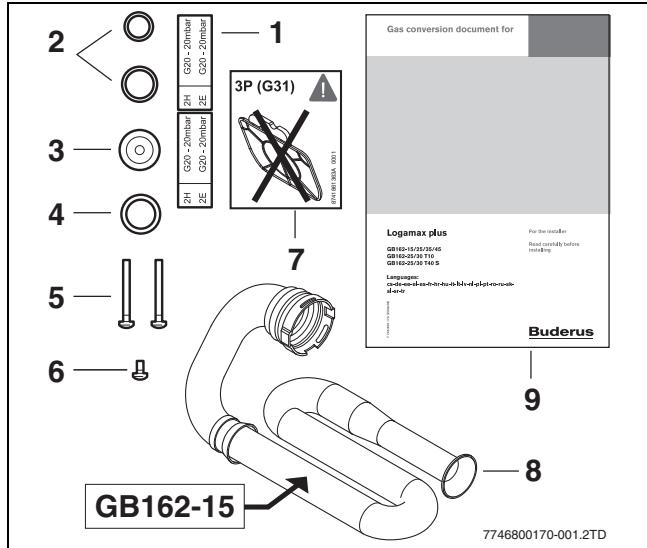

Рис. 1
- Только для GB162-15: замените воздухозаборную трубу на новую (3P-15 кВт) трубу с наклейкой (→ рис. 1, [8]).